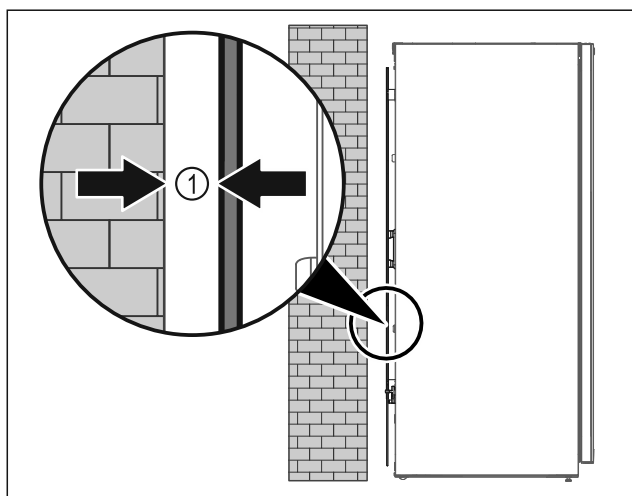

Fig. 5
- ▶ Prietaisą galima statyti arba laisvai patalpoje, arba prie pat sienos min. 5 mm Fig. 5 (1) atstumu.